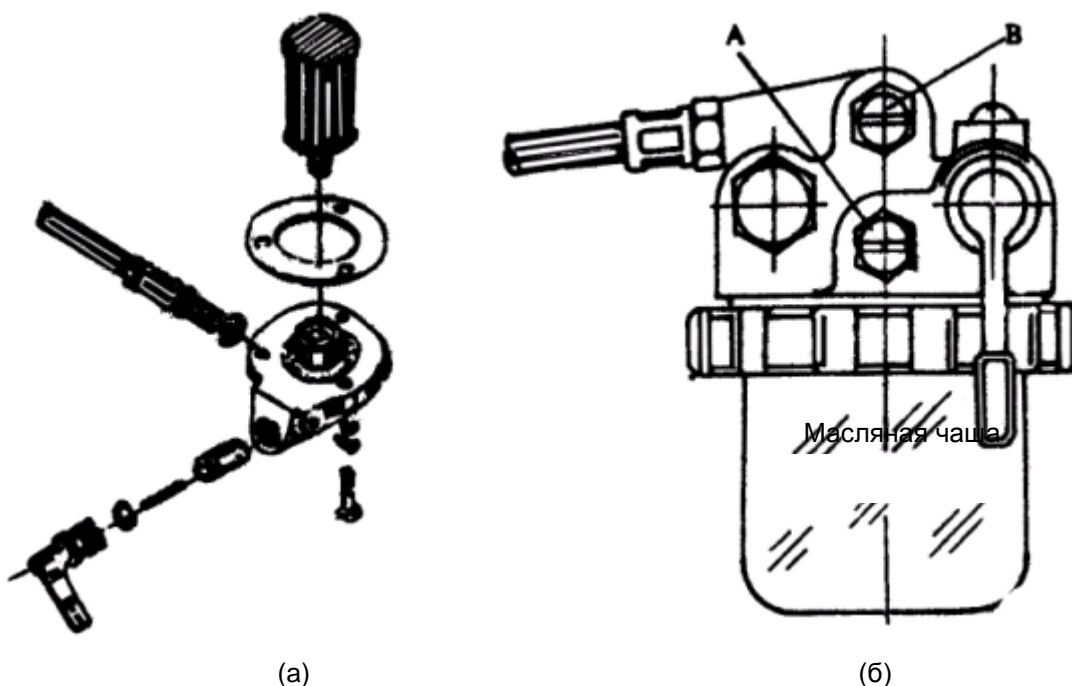

Рис. 9 Укомплектованный топливный фильтр
Существует два типа топливных фильтров, устанавливаемых на дизельных двигателях, которые показаны на рис. 9 (а), (б). При открытом топливном кранике, выполните следующие операции:
- (1) Ослабьте воздухоотводный винт А на верхней части фильтра, который имеет топливную крышку из плексигласа, после чего затягивайте винт снова до тех пор, пока в топливе полностью исчезнут воздушные пузырьки.
- (2) Прделайте эту- же операцию с винтом В. Винты А и В показаны на рис. 9(б).
- (3) В случае, если фильтр встроен в баке (рис. 9(а)), необходимо стравить воздух через входное отверстие топливного насоса.